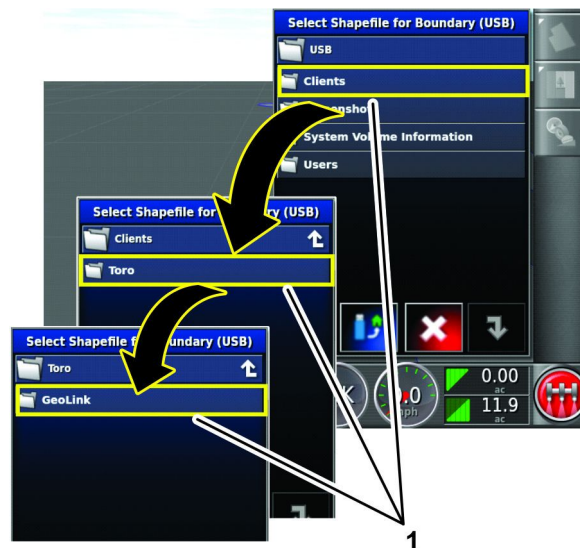

Figura 75
7. Pressione os ícones de diretório para navegar até o diretório do GeoLink (Figura 75).